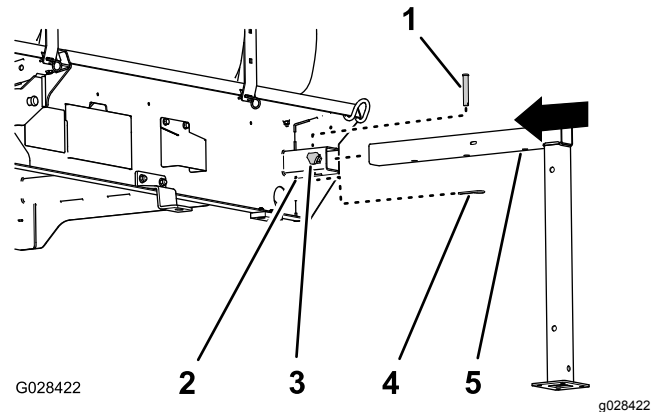

Figura 118
1. Alinhe o macaco frontal com o recetor do macaco na frente do depósito (Figura 118).
2. Insira o macaco frontal com o recetor até que o furo do meio no tubo horizontal do macaco esteja alinhado com o furo na parte superior do recetor (Figura 118).
4. Enrosque bem à mão um manípulo de bloqueio no recetor (Figura 118).